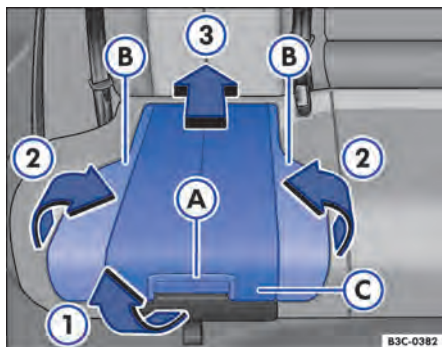

Fig. 90 Cadeira de criança integrada: posicionar o estofamento do banco.
- Pela alavanca de destravamento ⇒ **Fig. 90 A**, puxar o estofamento do banco para frente no sentido da seta **1**.